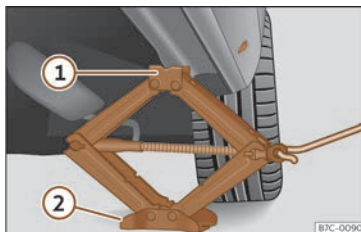

Fig. 43 Traveseiro: colocación do gato do vehículo.
- Xire a manivela do gato, situado baixo o punto de apoio do traveseiro, para elevalo ata que a pestana (1) » » » fig. 43 estea situada baixo o aloxamento previsto.
- Alíñe o gato de xeito que a pestana (1) “agarre” no aloxamento previsto do traveseiro e a placa base móbil (2) quede apoiada no chan. A placa base (2) debe caer verticalmente con respecto ao punto de soporte (1).